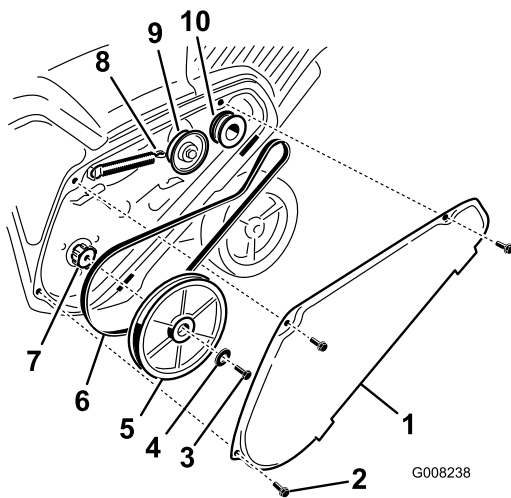

Bild 29
1. Nehmen Sie die drei Schrauben ab, um die Abdeckung des Treibriemens zu entfernen, wie in Bild 29 abgebildet.
2. Haken Sie die Bremsfeder vom Spannarm aus, um die Riemen Spannung zu lösen (Bild 29).
3. Nehmen Sie die Schraube und die Wellenscheibe ab, mit denen die Rotorscheibe befestigt ist (Bild 29).
4. Entfernen Sie die Rotorscheibe und den Treibriemen (Bild 29).
die Rotorscheibe, die sich etwas über der Rotorwelle befindet (Bild 29).
6. Montieren Sie die Rotorscheibe an der Rotorwelle (Bild 29).
7. Setzen Sie die Wellenscheibe und die Rotorscheibenschraube ein und ziehen sie beide fest (Bild 29).